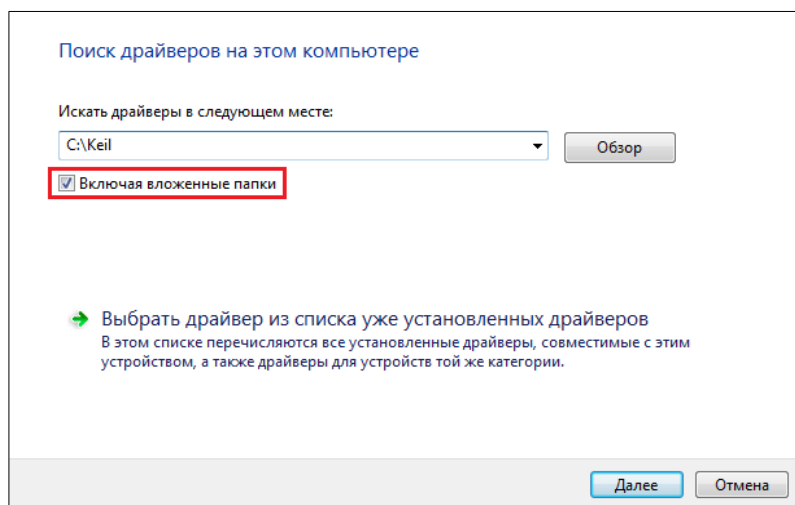

Рисунок 0.2 – Указание пути к драйверам для программатора
4. Выбрать пункт *Ручной поиск* и указать путь C:\Keil. При этом необходимо убедиться, что установлена галочка *Включая вложенные папки* (рисунок 0.2).